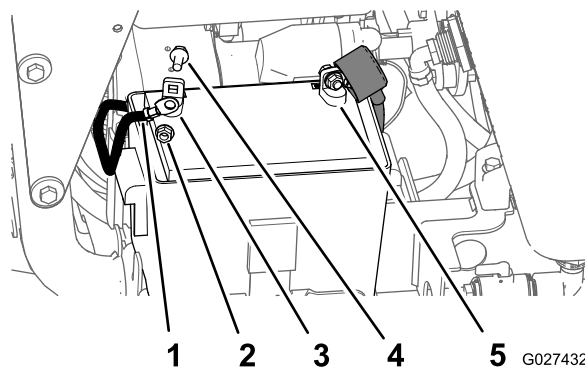

図 89
3. バッテリーのマイナスケーブルをバッテリーのマイナス端子に固定しているフランジボルトとフランジナットを外してマイナスケーブルを外す図 89。
4. プラス端子から赤色のゴムカバーを外す図 89。
5. バッテリーのプラス赤ケーブルをバッテリーのプラス+端子に固定しているフランジボルトとフランジナットを外してケーブルを外す図 89。
3. バッテリーのプラス赤ケーブルをバッテリーのプラス+端子に取り付け、フランジボルトとフランジナットで固定する図 89。
5. マイナスケーブルをバッテリーのマイナス-端子に取り付け、フランジボルトとフランジナットで固定する図 89